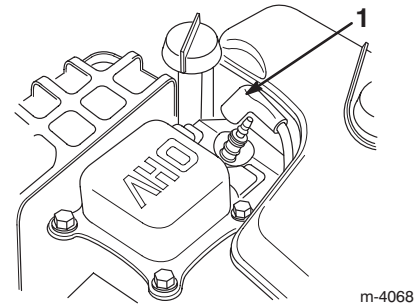

Figure 25
3. Débranchez la bougie et éloignez le fil pour éviter tout risque de contact accidentel (Fig. 25).
- Débranchez la bougie et éloignez le fil pour éviter tout risque de contact accidentel (Fig. 25).
2. Débranchez la bougie et éloignez le fil pour éviter tout risque de contact accidentel (Fig. 25).